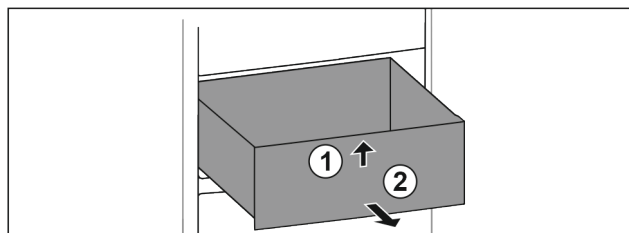

Fig. 21
- Nadvihnite zásuvku vpredu. Fig. 21 (1)
- Odoberte zásuvku dopredu. Fig. 21 (2)